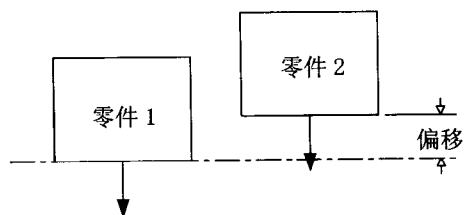
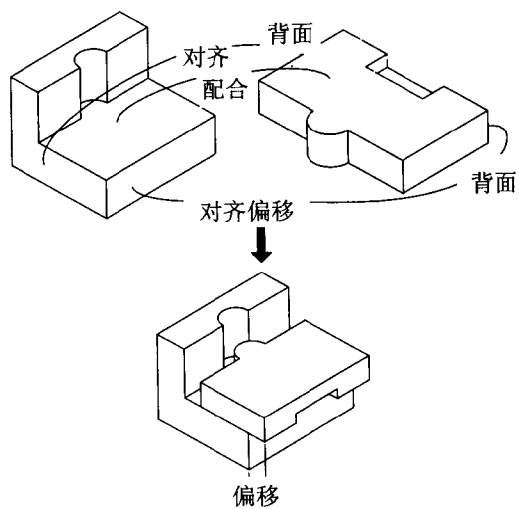

图 1.14
图 1.15
(4) Align Offset: 两平面对齐后隔开一段距离, 如图 1.14 及图 1.15 所示。